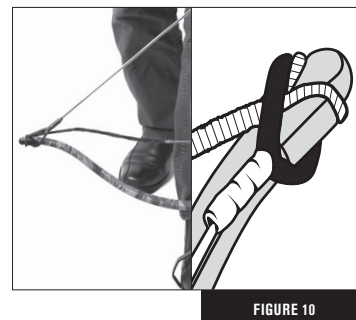

FIGURE 10
- Fije el lazo de la cuerda de la ballesta sobre la punta de cada pala insertándola a través de (por debajo de) el lazo del encordador. ASEGÚRESE de que el encordador de la ballesta esté totalmente pasado sobre ambos lados de la punta de plástico como se muestra en la Fig. 10.